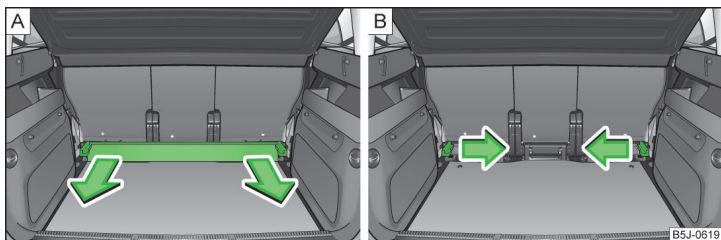

Abb. 71 Gepäckraum: Quertragschiene herausnehmen / Befestigungskeile herausnehmen
- Die Quertragschiene » Abb. 71 - **A** fassen und durch Ziehen in Pfeilrichtung herausnehmen.
- Die Befestigungskeile durch Ziehen in Pfeilrichtung herausnehmen » Abb. 71 - **B**.